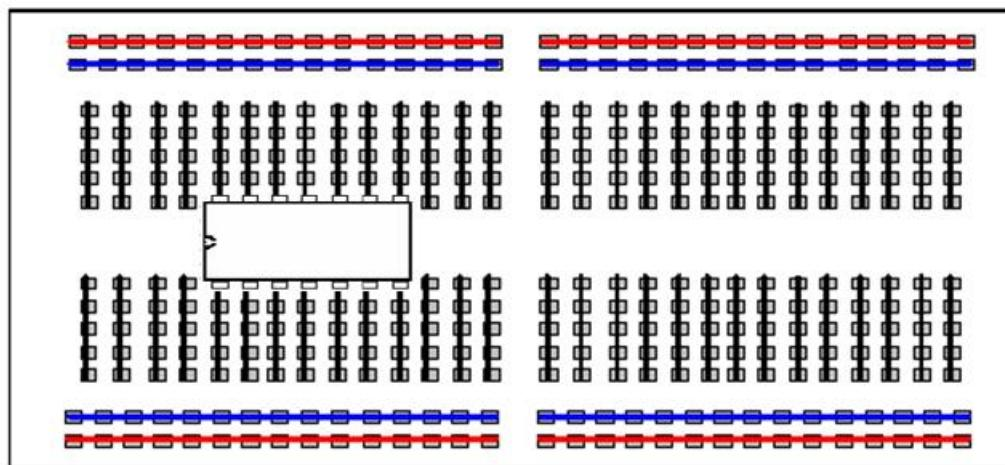

Figura 1 - Ligações internas da breadboard e modo correcto de colocação de um CI.
- A Figura 1 explica como as linhas da breadboard estão ligadas internamente e o modo correcto de colocação de um CI (Circuito Integrado). Deste modo, cada pino do CI fica ligado a uma linha diferente da breadboard, restando ainda, para cada pino, 4 furos que permitem a interligação com outros componentes, com o auxílio de fios de ligação.
- Atenção: como mostra a Figura 1, normalmente as linhas horizontais da esquerda não fazem contacto com as da direita na breadboard.